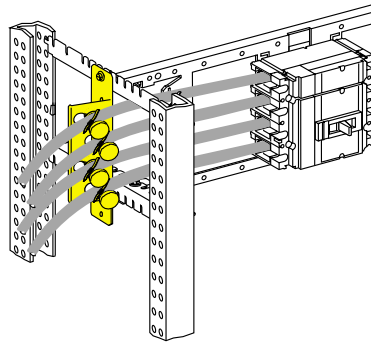

Рис. 1
- непосредственно на монтажную плату (рис. 1 и 2);